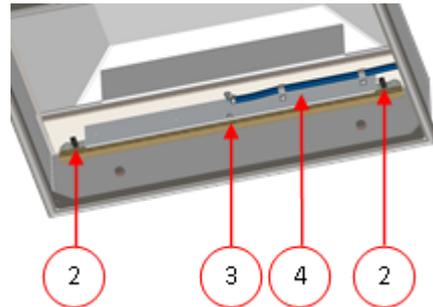

Abbildung 26: Entfernen der Schweißleiste (Metalldeckel)
An Maschinen mit einem Kunststoffdeckel sind die Schweißleisten auf Zylindern angebracht (*Abbildung 25: Entfernen der Schweißleiste (Kunststoffdeckel)* auf Seite 74). An Maschinen mit einem Metalldeckel sind die Schweißleisten im Deckel angebracht (*Abbildung 26: Entfernen der Schweißleiste (Metalldeckel)* auf Seite 74).
Metalldeckel Vgl. *Abbildung 26: Entfernen der Schweißleiste (Metalldeckel)* auf Seite 74. Entfernen Sie die Schweißleiste von den Halterungen (4), indem Sie die beiden elektrischen Stecker (2) trennen und die M6-Schraube (3) entfernen.